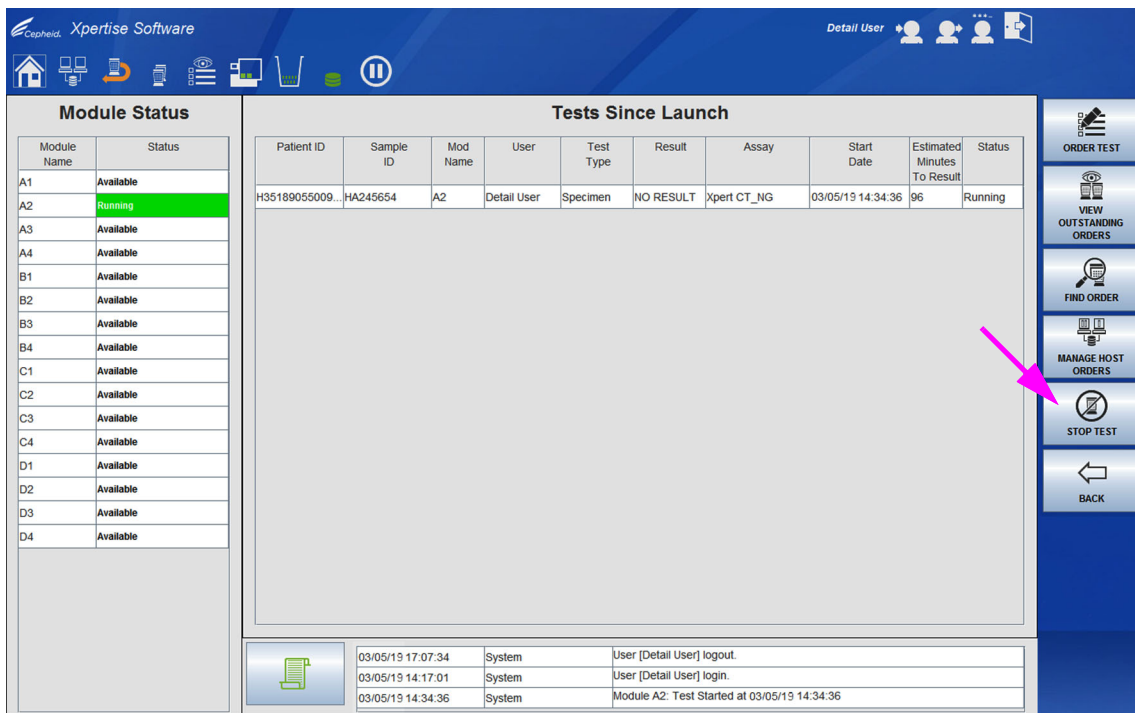
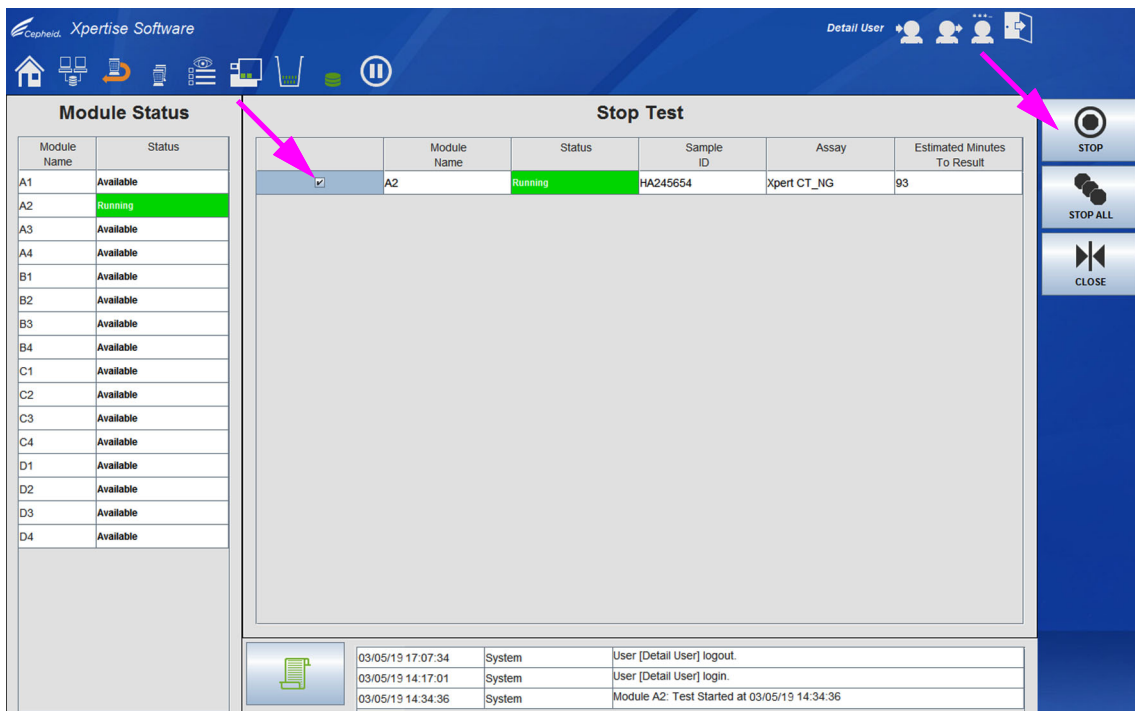
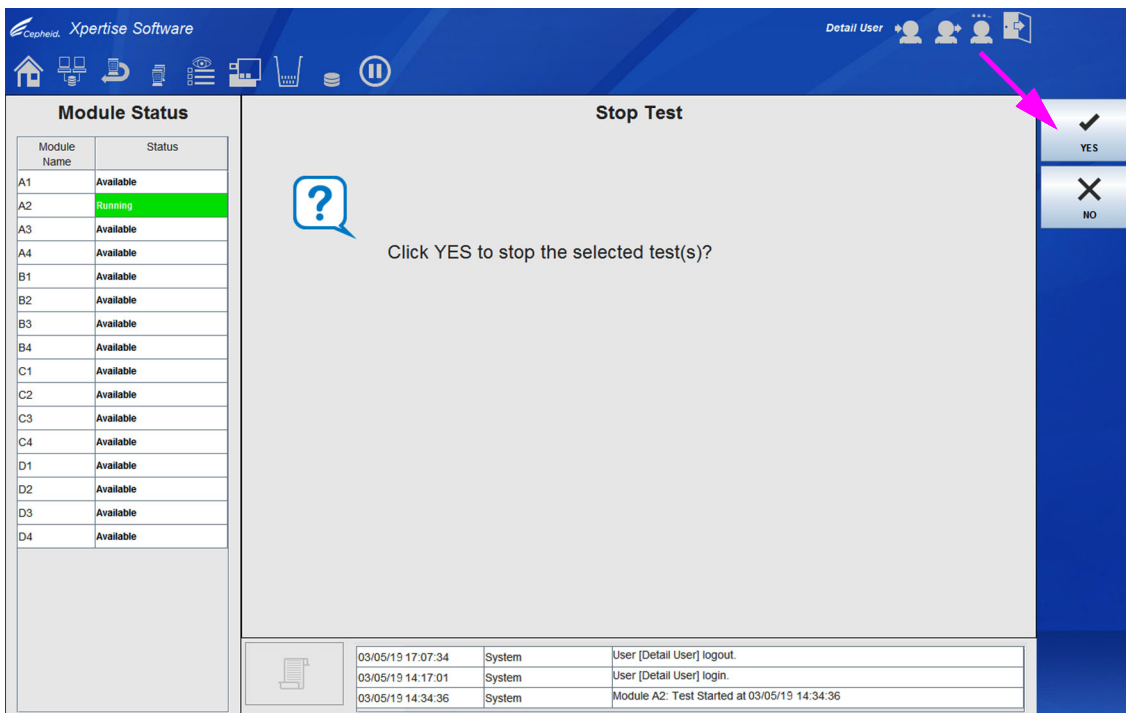
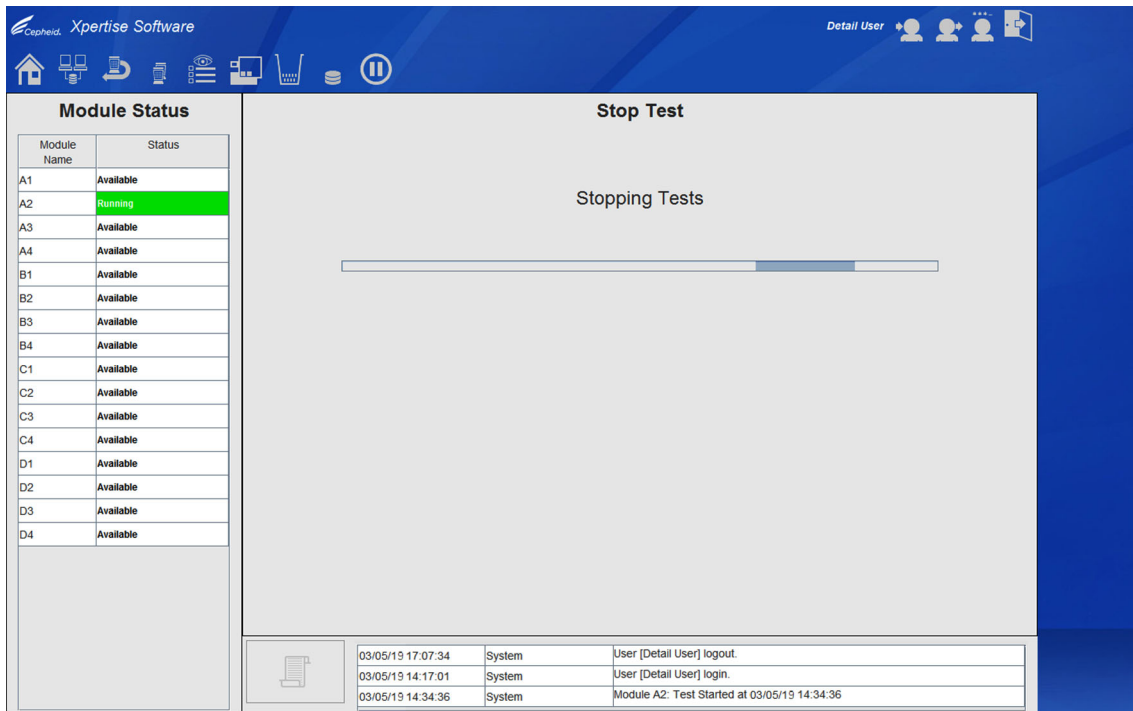

Figura 5-84. Área de trabalho Orders Menu (Menu Pedidos)
Figura 5-85. Área de trabalho Stop Test (Parar teste)
Figura 5-86. Área de trabalho Stop Test (Parar teste)
Figura 5-87. Área de trabalho Stop Test (Parar teste) a mostrar a barra de progresso
1. Na área de trabalho inicial do software Xpertise (ver Figura 5-61), selecione o botão **ORDERS (PEDIDOS)**. A área de trabalho Orders Menu (Menu Pedidos) será apresentada. Ver Figura 5-84.
2. Selecione o botão **STOP TEST (PARAR TESTE)** (ver Figura 5-84). Será apresentada a área de trabalho Stop Test (Parar teste) a mostrar todos os testes atualmente em execução. Ver Figura 5-85.
- Na área de trabalho Stop Test (Parar teste), selecione o teste que quer parar. Ver Figura 5-85.
4. Selecione o botão **STOP (PARAR)** (ver Figura 5-85). Será apresentada a área de trabalho de confirmação de Stop Test (Parar teste). Ver Figura 5-86.
Para parar de executar todos os testes, selecione o botão **STOP ALL (PARAR TODOS)**. Ver Figura 5-85. Todos os testes em execução irão iniciar o processamento de paragem de teste e será mostrada a barra de progresso. Ver Figura 5-87.
5. Selecione o botão **YES (SIM)** (ver Figura 5-86). O teste selecionado irá parar e será apresentada uma barra de progresso a mostrar o progresso do processo de paragem de teste. Ver Figura 5-87.
6. Depois do teste ter sido parado, será apresentada a área de trabalho Stop Test (Parar teste). Ver Figura 5-85. Selecione o botão **CLOSE (FECHAR)**.